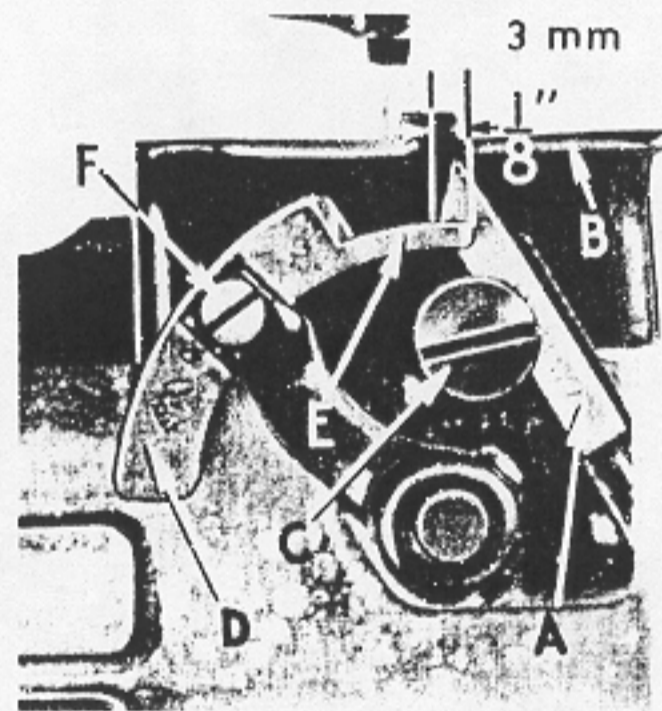

Fig.6
Messer-Einstellung (Fig.6)
Das Messer A (Fig.6) muß so eingestellt werden, daß seine Spitze an der unteren Stichplattenunterseite B (Fig.6) anliegt.
Nach Lösen der Schraube C (Fig.6) kann das Messer bis zur richtigen Lage verschoben werden.
Dieses Messer D (Fig.6) soll bei seiner Bewegung die Stichplattenunterseite nicht berühren. In seiner äußersten Stellung soll der Zapfen E (Fig.6) noch 3 mm das feststehende Messer A (Fig.6) überdecken. In Schneidstellung soll das bewegliche Messer mindestens 1 mm über das feststehende Messer gleiten. Das Messer D kann nach Lösen der Schraube F (Fig.6) in die richtige Lage gebracht werden.
Knife adjustment (Fig.6)
The stationary knife (A, Fig.6) should be set so that its top edge is even with the lower side of the throat plate (B).
The movable knife (D, Fig.6) should be set so that in its entire arc of travel, it just clears the throat plate and so that in its open position its pilot (E) overlaps the stationary knife by 1/8 inch. To make this adjustment, loosen holding screw (F) and move the knife in the required direction.